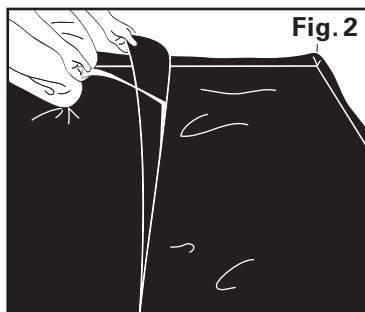
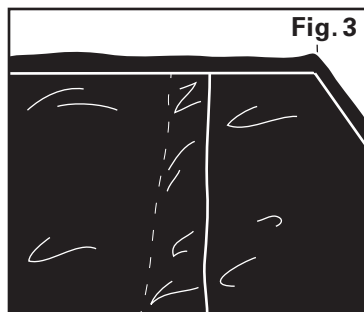

Fig. 2
Fig. 3
3. If needed, lay a second row of film alongside the first so that the edges of the film meet and the overlapping film lies on top of the second sheet. (see Fig. 2). If needed, remove the white protective cover from the adhesive strip (see Fig. 2), lay the overlapping film from the first row over the adhesive strip of the second row and press into place (see Fig. 3).
3. Au besoin, poser une deuxième rangée de film le long de la première rangée de façon à ce que les bords du film se touchent et le film qui se chevauche se pose au-dessus du deuxième film (voir Fig. 2). Au besoin, décoller la feuille protectrice blanche de la couche adhésive (voir Fig. 2), placer le film qui se chevauche de la première rangée sur la couche adhésive de la deuxième rangée et presser en place (voir Fig. 3).
3. Si es necesario, coloque una segunda hilera de contrapiso a lo largo de la primera para que el borde de la primera lámina solape la segunda hilera (ver la fig. 2). Si es necesario remueva la tira que protege la tira adhesiva (ver la fig. 2), coloque la parte de la solapa de la primera hilera sobre la tira adhesiva de la segunda hilera y después presione hasta que quede en su lugar (ver la fig. 3).